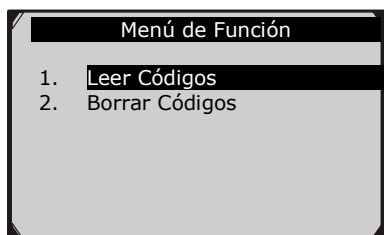
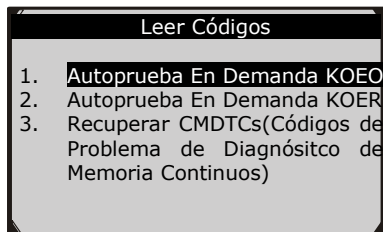

Figura 5.23
Figura 5.24
En la pantalla de **Menú de Función** (Figura 5.23), seleccione **Leer Códigos**. Esto mostrará la pantalla del menú **Leer Códigos**. (Figura 5.24)
1. Con la pantalla de **Menú de Función** mostrada (Figura 5.23), haga clic en **Borrar Códigos**. La herramienta de escaneo muestra un mensaje de instrucción.